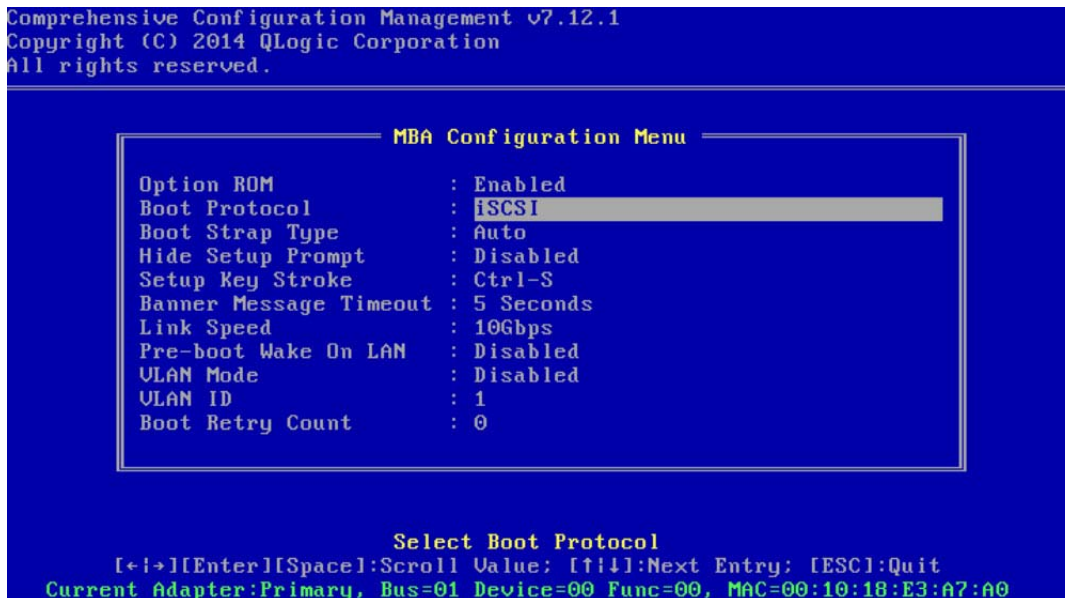

Figura 6-1. Menu de configuração do MBA do CCM
- b. Selecione **MBA Configuration** (Configuração do MBA) para mostrar o **MBA Configuration Menu** (Menu de configuração do MBA) como mostrado na Figura 6-1.